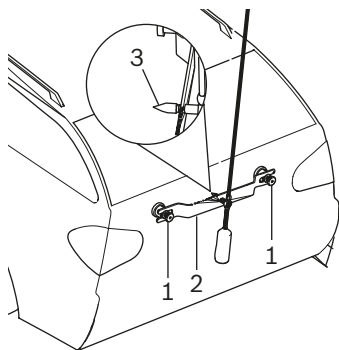

Fig. 47: Ajuste preciso péndulo de alineación
4. Alinear el péndulo de alineación con el vehículo con ayuda de la punta de centrado (Fig. 47 / 3) exactamente en el centro. Para ello soltar las dos tuercas moleteadas (Fig. 47 / 1) y desplazar el puente (Fig. 47 / 2) de tal manera que la punta de centrado se asiente exactamente en el centro del vehículo.